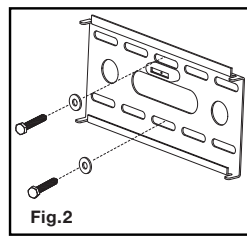

Fig.2
5. Placer la plaque murale contre le mur et la fixer à l'aide des tire-fond (A) et des rondelles pour tire-fond (B) (voir fig. 2). **Ne pas trop serrer ces boulons et ne lâcher la plaque murale qu'une fois ces derniers en place.** S'assurer que la plaque murale est toujours à niveau une fois les boulons fixés.